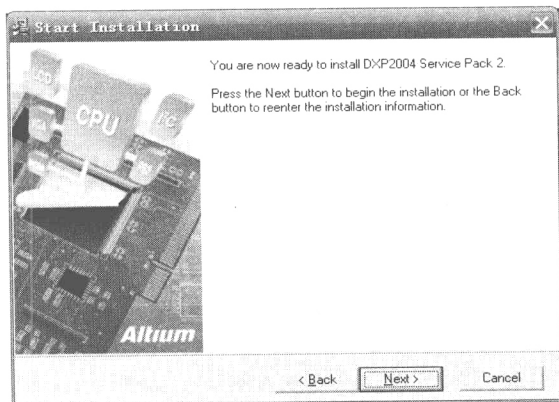

图 1-10 准备安装
- (4) 单击 **Next** 按钮，系统将弹出准备安装软件界面，如图 1-10 所示。